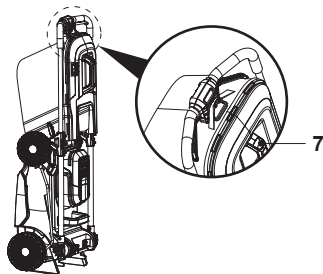

Fig. 25
8. Se recomandă depozitarea mașinii de tuns iarba cu colectorul de iarbă (7) prins și cu accesoriul de mărunțire (23) instalat în ea (fig. 25).